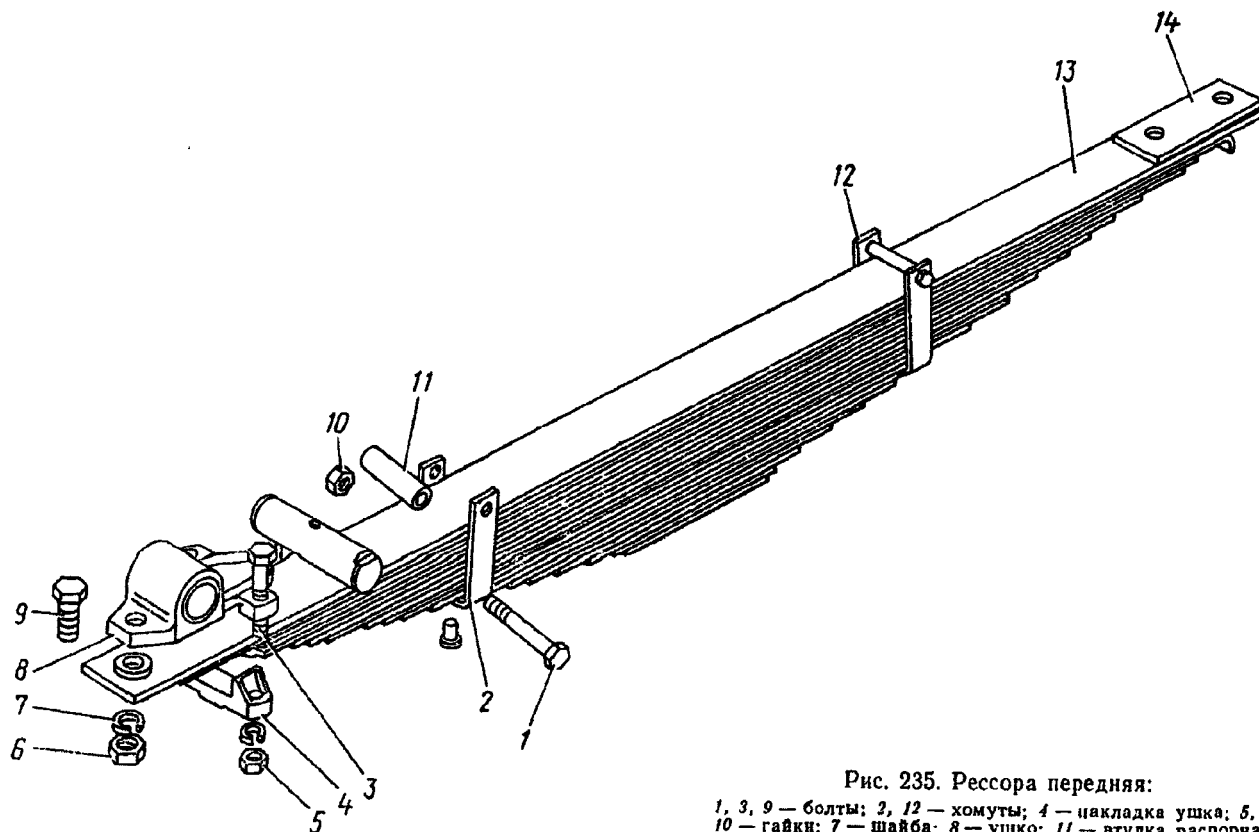

Рис. 235. Рессора передняя:
1. Закрепите рессору в тисках. Отвернув гайки 5 (рис. 235) болтов 3 крепления ушка передней рессоры, снимите накладку 4 ушка	Тиски, ключ 19 мм (2 шт.)
7. Установите распорные втулки 11, (см. рис. 235) стяжные болты 1 в хомуты 2 и 12, затяните гайки 10 с моментом 23,5—35,3 Н·м (2,4—3,6 кгс·м).